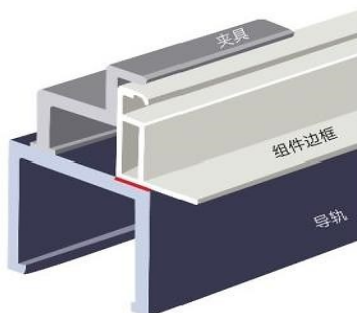

图9 导轨与组件边框重叠面 $\geq 20\text{mm}$
- 对安装导轨平行于组件边框的安装方式，请确保组件边框与导轨全部重叠或重叠深度 $\geq 20\text{mm}$ ，如图9所示。